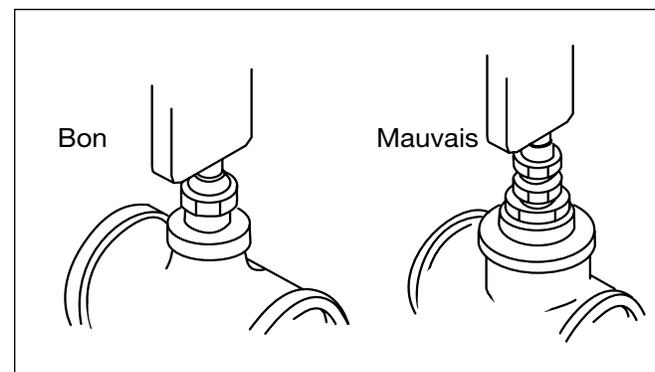

Figure 8. Ampoule de thermomètre.
8. Maintenez les ampoules du thermomètre dans l'eau en mouvement. L'utilisation d'une réduction mâle-femelle entraînera des lectures de température décalées de 5,5 °C (10 °F) ou plus (voir Figure 8).